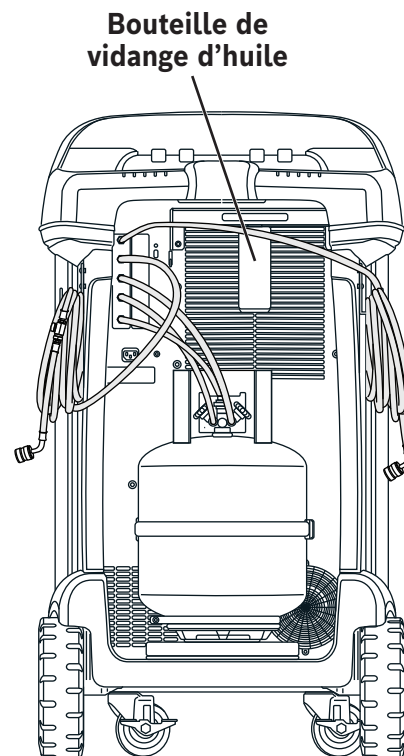

Figure 4
1. Videz la bouteille de vidange d'huile avant d'entamer une récupération. Retirez la bouteille de vidange d'huile en la dévissant de la machine. Réinstallez la bouteille de vidange d'huile. Reportez-vous à la Figure 4.